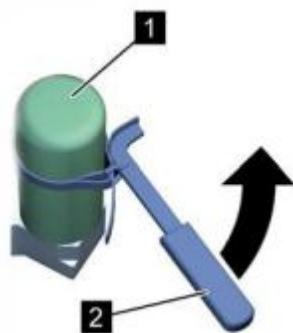

Рис. 40: Отсоединение фильтра тонкой очистки
5. → С помощью ленточного ключа (Рис. 40/2) удалите старый фильтр тонкой очистки (Рис. 40/1).